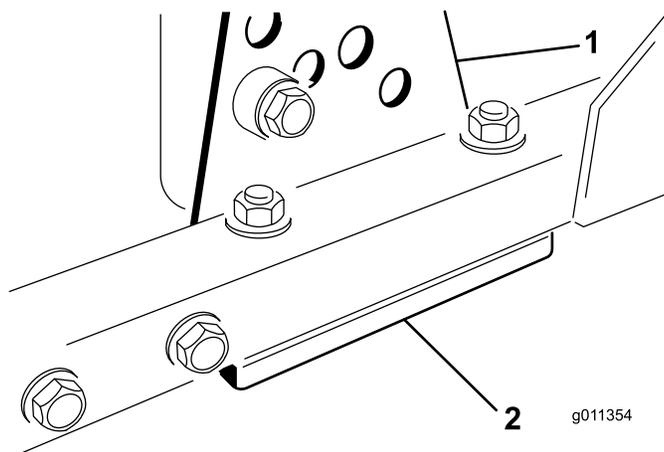

Figura 89
1. Retire o suporte da altura de corte (frente, esquerda ou direita) da estrutura da unidade de corte (Figura 89).
2. Insira calços de 1,5 mm e/ou de 0,7 mm entre a estrutura da unidade de corte e o suporte para obter a definição de altura pretendida (Figura 89).